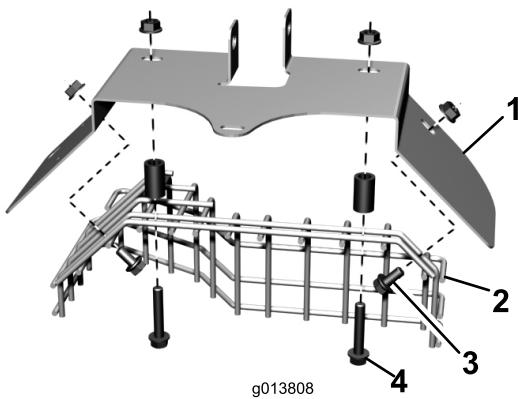

Bild 7
10. Befestigen Sie das neue Auspuffrohr mit zwei Bundkopfschrauben, Distanzstücken und Bundmuttern in den zwei oberen Löchern lose am vorhandenen Auspuff-Schutzblech. Bringen Sie die Befestigungen so an, wie in Bild 7 dargestellt.
11. Befestigen Sie das Auspuffrohr mit den zwei vorher entfernten Bundkopfschrauben und Bundmuttern lose in den äußeren Löchern am Auspuff-Schutzblech. Bringen Sie die Schrauben so an, wie in Bild 7 dargestellt. Ziehen Sie die